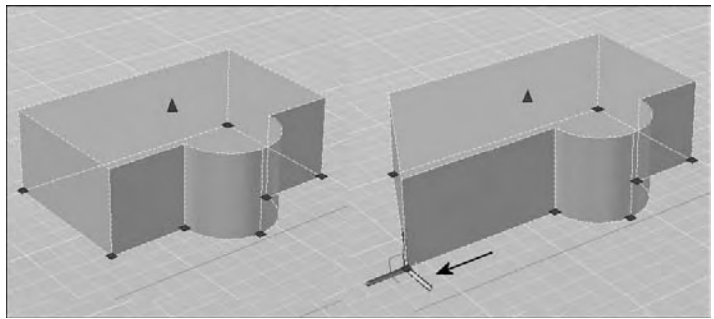

Fig.7.1
- **Les solides et surfaces d'extrusion :** lorsque vous sélectionnez des solides ou des surfaces d'extrusion ils affichent des poignées sur leur profil. Le profil est la silhouette originale utilisée pour créer le solide ou la surface d'extrusion et qui définit la forme de l'objet. Vous pouvez utiliser ces poignées pour manipuler le profil de l'objet, ce qui modifie la forme de l'ensemble du solide ou de la surface (fig.7.1).